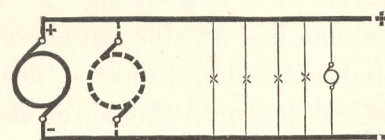
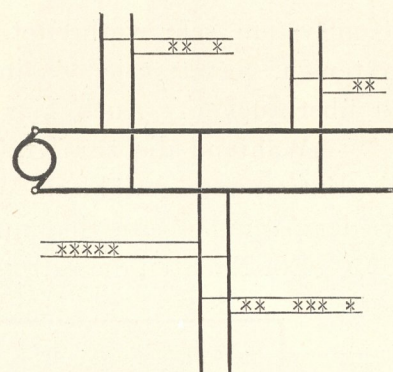

Fig. 455. Zweileitersystem.
Fig. 456. Zweileiternetz.
a) **Zweileitersystem.** Dieses (Fig. 455) ist das meistverwendete Verteilungssystem. Die gebräuchlichsten Spannungen betragen 110, 220, 440 und 500 Volt. Sämtliche Stromverbraucher, als Lampen, Motoren, Heizkörper usw., werden parallel geschaltet, so daß, wenn man von dem in den Leitungen auftretenden Spannungsabfall absieht, an den Polen der Stromverbraucher stets die gleiche Spannung herrscht. Dabei ist eine Lampe bzw. ein Motor unabhängig von dem anderen, kann also nach Belieben ein- und ausgeschaltet werden. Sind in der Kraftstation mehrere Maschinen vorhanden, so werden diese ebenfalls parallel geschaltet. Fig. 456 veranschaulicht das Zweileiternetz einer kleinen Ortschaft. Die Querschnitte der Leitungen stufen sich immer mehr ab, je nachdem sie in der Hauptstraße, in kleineren Nebenstraßen oder endlich in Häusern verlegt werden.